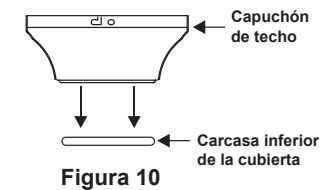

Figura 10
1. Extraiga la carcasa inferior decorativa de la cubierta (Figura 10).